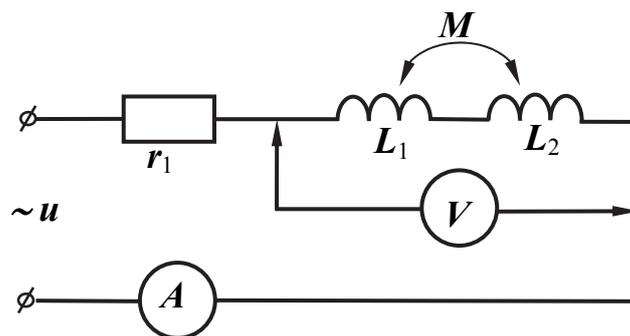

Рис. 13.3
3. Собрать схему с последовательным включением двух катушек индуктивности (рис. 13.3). Сопротивление  $r = 33 \dots 47$  Ом. Напряжение и частоту источника оставить без изменений.